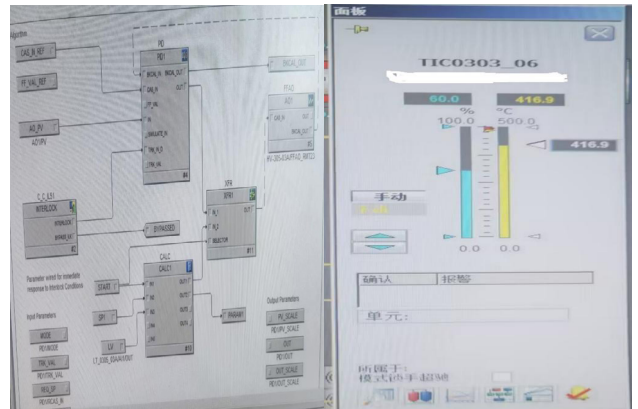

图 4 控制程序及给定画面
④自动校准完成之后，把定位器设置成自动状态，退出 AMS 系统，然后在相应的工厂下面根据阀门控制需求建立一定逻辑的控制程序、阀门控制界面，如图 4 所示。